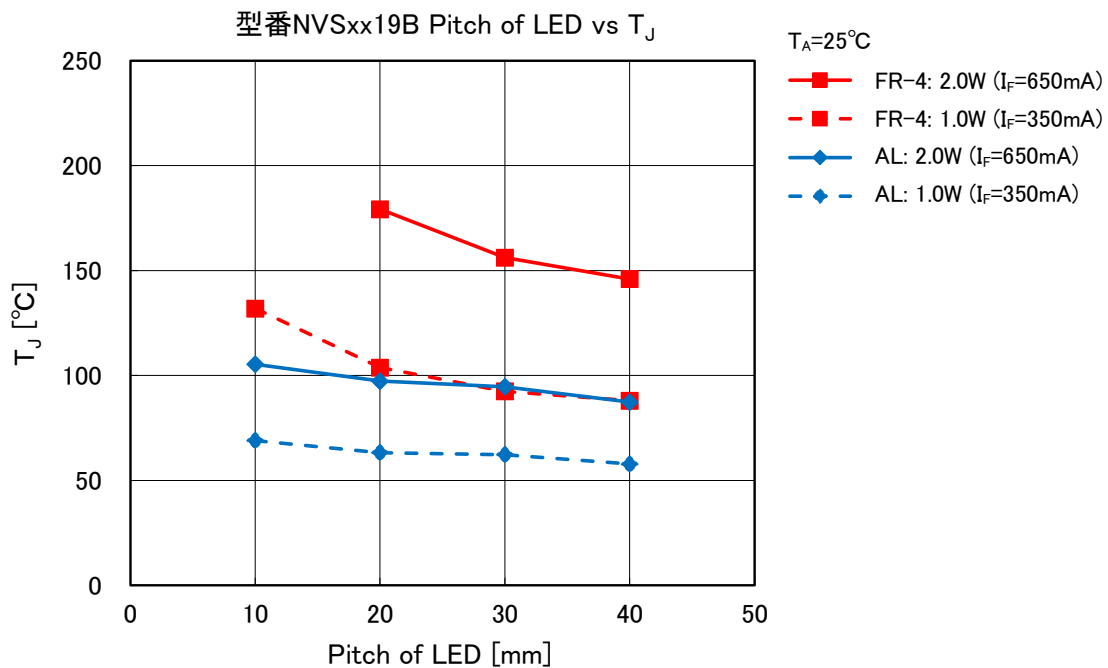

図 1. 型番 NVSxx19B 評価結果
1.0W( $I_F=350\text{mA}$ )と 2.0W( $I_F=650\text{mA}$ )における LED 実装ピッチと中心 LED の  $T_J$  の関係を図 1 に示します。FR-4 では、1.0W で 20mm 以上、2.0W では 30mm 以上のピッチを設けることで相互影響は小さくなります。また、アルミ基板で相互影響を小さくするには、20mm 以上のピッチが適切です。